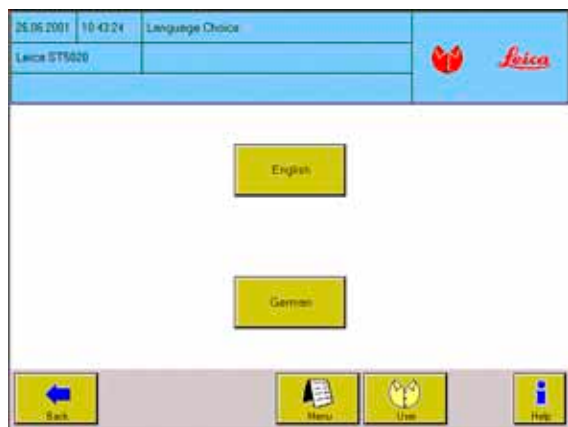

Рис. 24
- Затем, на экране отобразится на ~3 сек. меню **LANGUAGE CHOICE** (Рис. 24).